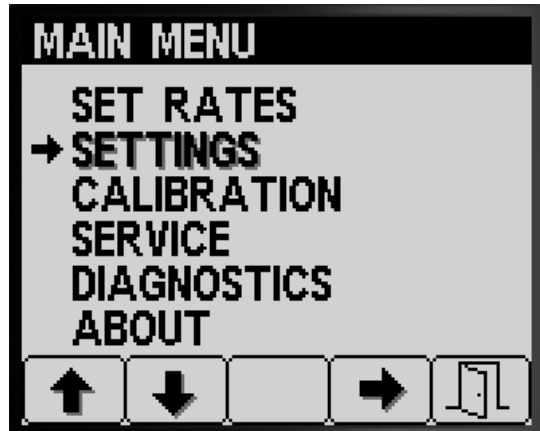

Figura 10
1. Per accedere alla schermata IMPOSTAZIONI, premete il pulsante 2 sulla schermata del MENU PRINCIPALE per navigare fino all'opzione Impostazioni (Figura 10).
2. Premete il pulsante 4 per selezionare il sottomenu IMPOSTAZIONI (Figura 10).